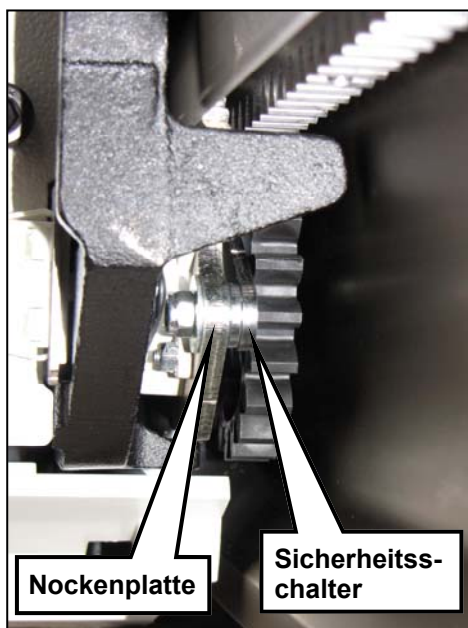

Abbildung 1
- Um den Geschwindigkeitsregler zurückzusetzen, kurbeln Sie den Treppenlift mit der Hand mittels einer ¼ Inch-Antriebsbuchse an der Handkurbelwelle des Motors nach oben, bis der Sicherheitsschalter des Geschwindigkeitsreglers deutlich in seine Fahrstellung zurückspringt, Abb. 1.